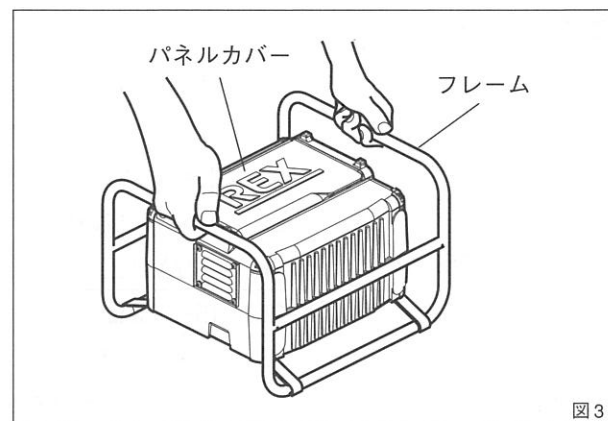
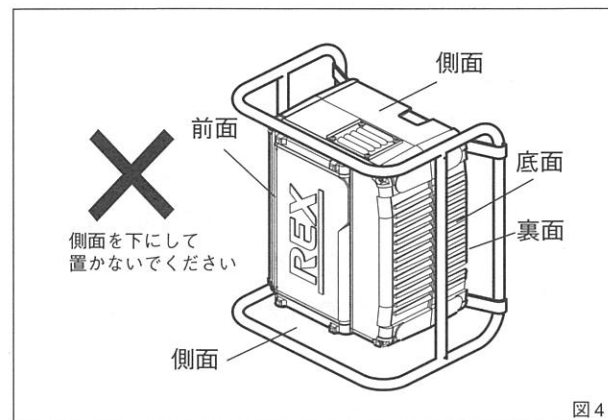

図 3
図 4
運搬の際は、パネルカバーを閉め、フレームの部分を持って運んでください。(図 3) また、コントローラは外部から泥水やほこりが侵入しにくい場所に安定した状態で設置してください。また、設置の際は必ず底面、もしくは裏面を下にして置くようにし、側面などを下にして置かないようにしてください。(図 4)
- ・コントローラの側面を下にして置かないでください。コントローラの過熱や泥水などが侵入しやすくなり、故障や事故などの原因となります。(図 4)